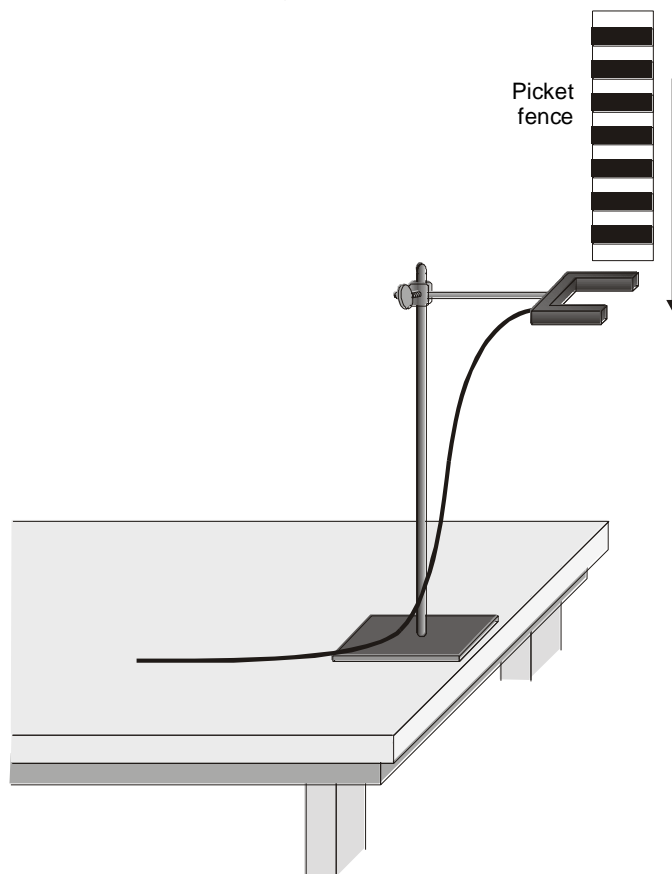

Figura 5: Aparato experimental para o estudo da queda livre.
Os estudantes da física medem a aceleração devido à gravidade usando uma grande variedade de métodos do sincronismo. Nesta experiência, você terá a vantagem de usar um temporizador muito preciso conectado ao computador e a um fotodetector. O fotodetector tem um feixe de luz infravermelha que viaja de um lado ao outro. Ele pode detectar sempre que o feixe é obstruído. Você deixará cair uma vareta de plástico com barras claras e escuras uniformemente espaçadas nela, conforme a Figura 5. À medida que a vareta passa pelo fotodetector, o computador mede o tempo entre as obstruções atuais e as seguintes. Este sincronismo continua enquanto todas as oito barras passam pelo fotodetector. Destes tempos medidos, o programa calculará as velocidades e as acelerações para este movimento e os gráficos serão traçados.
1. Prenda o fotodetector de maneira que ele se posicione horizontalmente, segundo as indicações da Figura 5. Observe que todo o comprimento da vareta deve poder cair livremente entre os terminais do fotodetector. Para evitar danificar a vareta, certifique-se de que tem ela cairá sobre uma superfície macia (tal como um tapete).